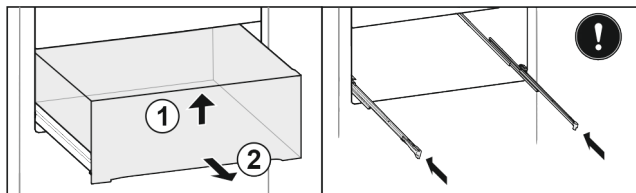

Fig. 19
- ▶ Поднимите выдвижной ящик спереди Fig. 19 (1).
- ▶ Извлеките движением вперед Fig. 19 (2).